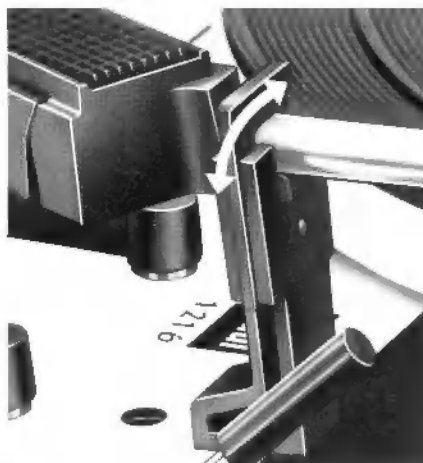

Fig. 7
**Bemerkung:** Nach dem Spielen der Schallplatte oder der letzten Platte einer Stapels kehrt der Tonarm automatisch auf seine Stütze zurück. Das Gerät schaltet sich aus. Es empfiehlt sich, nach Beendigung des Spieles den Tonarm zu verriegeln (Fig. 7).
Dann wählen Sie die erforderliche Plattenteller-Drehzahl (②), stellen die Drehtaste (⑬) auf den Schallplatten-Durchmesser (17, 25 oder 30 cm, bzw. 7, 10 oder 12") ein und entriegeln den Tonarm (Fig. 7).